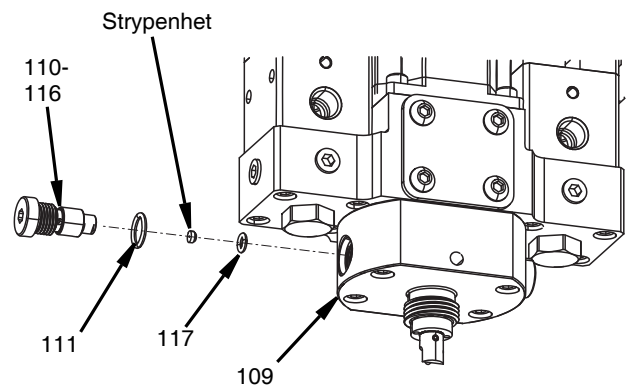

FIG. 29
3. Ta bort stryphenheten och packningens O-ring (117) i botten av backventilen och spridarmunstyckets (109) hålrum. Se FIG. 29